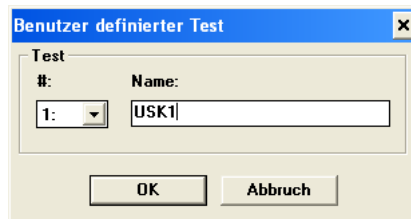

Abbildung 4 Speichern Ihrer eigenen Testparameter
- In der unten abgebildeten Box (Abbildung 4) wählen Sie die Nummer (#) unter der Sie den Test speichern möchten. Anschließend geben Sie einen Namen ein (max. 26 Buchstaben).